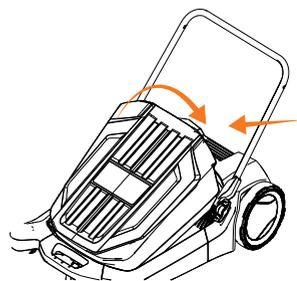

Рис. 5
- Установку начинайте с закрытой части мусоросборника, затем опустите мусоросборник в корпус. Мусоросборник считается установленным правильно, если он не выступает относительно корпуса и составляет с ним единую конструкцию (Рис. 5).